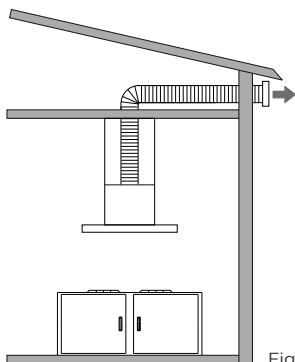

Fig. 3
3. Também é possível manter o duto de ar entre o forro e o teto, com saída de ar na parede da residência (Fig. 3, na próxima página). Uma terceira possibilidade é que a saída do duto de ar seja através de uma área técnica (Fig. 4, na próxima página).